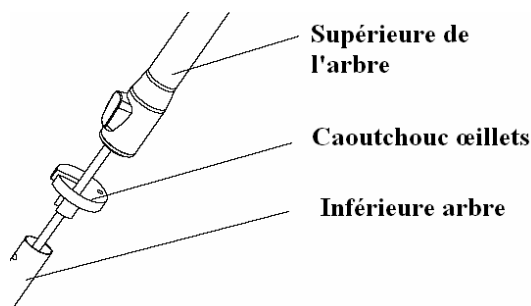

Fig. 1
1. Retirez et jetez le caoutchouc œillets (matériaux d'emballage) avant le montage supérieure et inférieure du puits. (Fig.1)